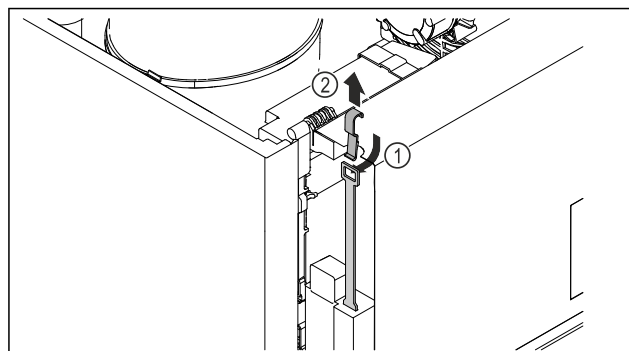

Fig. 211
- ▶ Вставьте ключ аварийной разблокировки Fig. 211 (1) сверху, сцепите его с замком и потяните вверх Fig. 211 (2).